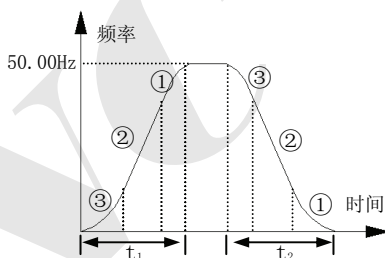

图 7-2 S 曲线加减速
1: S 曲线加减速方式。输出频率按照 S 形曲线递增或递减, 如图 7-2 所示。
S 曲线起始段时间如图 7-2③所示, 输出频率变化的斜率从 0 逐渐递增。
S 曲线上升段时间如图 7-2②所示, 输出频率变化的斜率恒定。
S 曲线结束段时间如图 7-2①所示, 输出频率变化的斜率逐渐递减到 0。